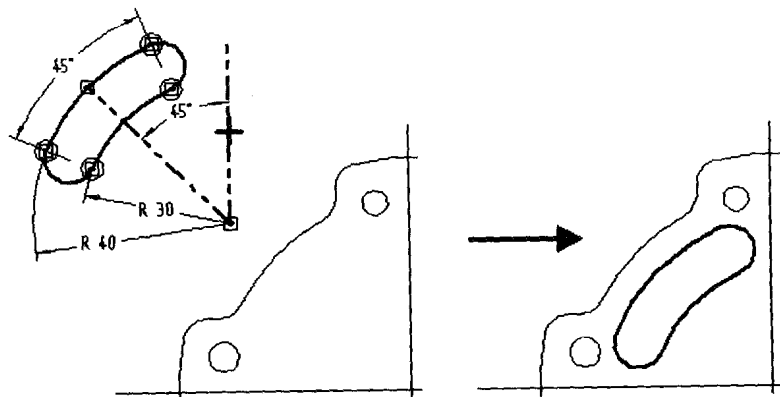

图 1-7 将图形绘制在非干扰区
(5)排除干扰：如图 1-7 所示，当新建图形与已有轮廓重叠时，可以在模型之外建立轮廓，这样能够避免由于“智能草图 (IntelliSketch)”功能产生的偶发性的约束关系造成的不便。当轮廓绘制完成，使用“移动”命令、尺寸标注或者几何约束关系将轮廓精确定位。